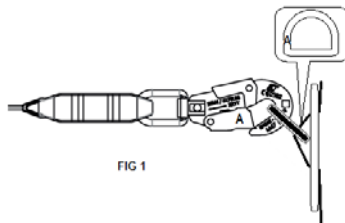

FIG 1
5. Końcówkę liny asekuracyjnej należy mocować do umieszczonego na plecach pierścienia D-ring uprząży ochronnej za pomocą stałego łącznika automatycznego (M47) zgodnego z normą EN 362:2004 (fig.1). Używanie przedłużenia pomiędzy pierścieniem D-ring uprząży ochronnej a urządzeniem blocfor jest zabronione. blocfor™ 1.8 można podłączyć do punktu kotwiczenia z przodu i z tyłu uprząży.
5. Конец стропа соединен с D-образным кольцом задней страховочной привязи постоянным автоматическим соединительным элементом (M47) согласно EN 362:2004 (fig.1). Использовать удлинения между D-образным кольцом страховочной привязи и blocfor запрещено. blocfor™ 1.8 можно подключить к точке крепления спереди и сзади жгута.